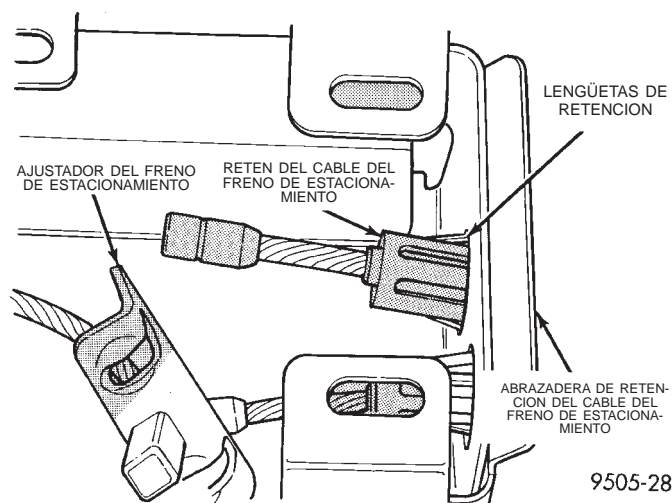

Fig. 158 Instalación del cable del freno de estacionamiento en la abrazadera de retención
(13) Encamine el cable del freno de estacionamiento debajo de la alfombra y hacia arriba, hasta el soporte de retención del cable del freno de estacionamiento en el suelo de la carrocería. Luego instale el cable del freno de estacionamiento en la abrazadera de retención (Fig. 158). Asegúrese de que las lengüetas (Fig. 158) en el retén del cable del freno de estacionamiento se hayan expandido para sujetar dicho cable en la abrazadera de retención.